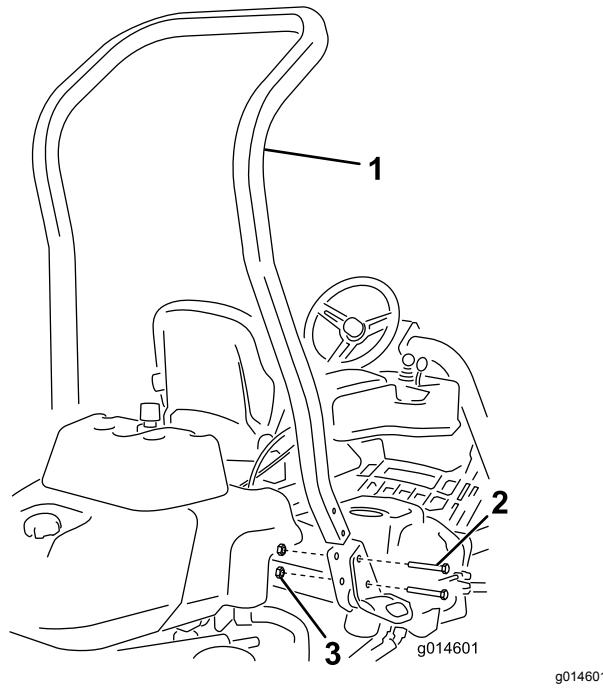

Figura 3
3. Instale la barra antivuelco en los alojamientos laterales de la máquina usando 4 pernos (1/2" x 3 3/4") y 4 tuercas con arandela prensada (1/2"), tal y como se muestra en la Figura 3.